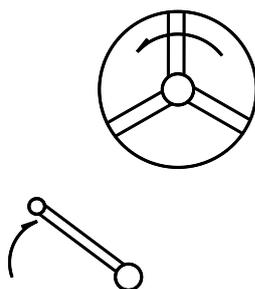

Рис. 11 Рукоятка перемещения шпинделя и направления вращения
Связь рабочего направления рукоятки (7) для перемещения шпинделя и направления вращения представлена на Рис.11. При установке рукоятки в верхнее положение шпиндель вращается в направлении против часовой стрелки.